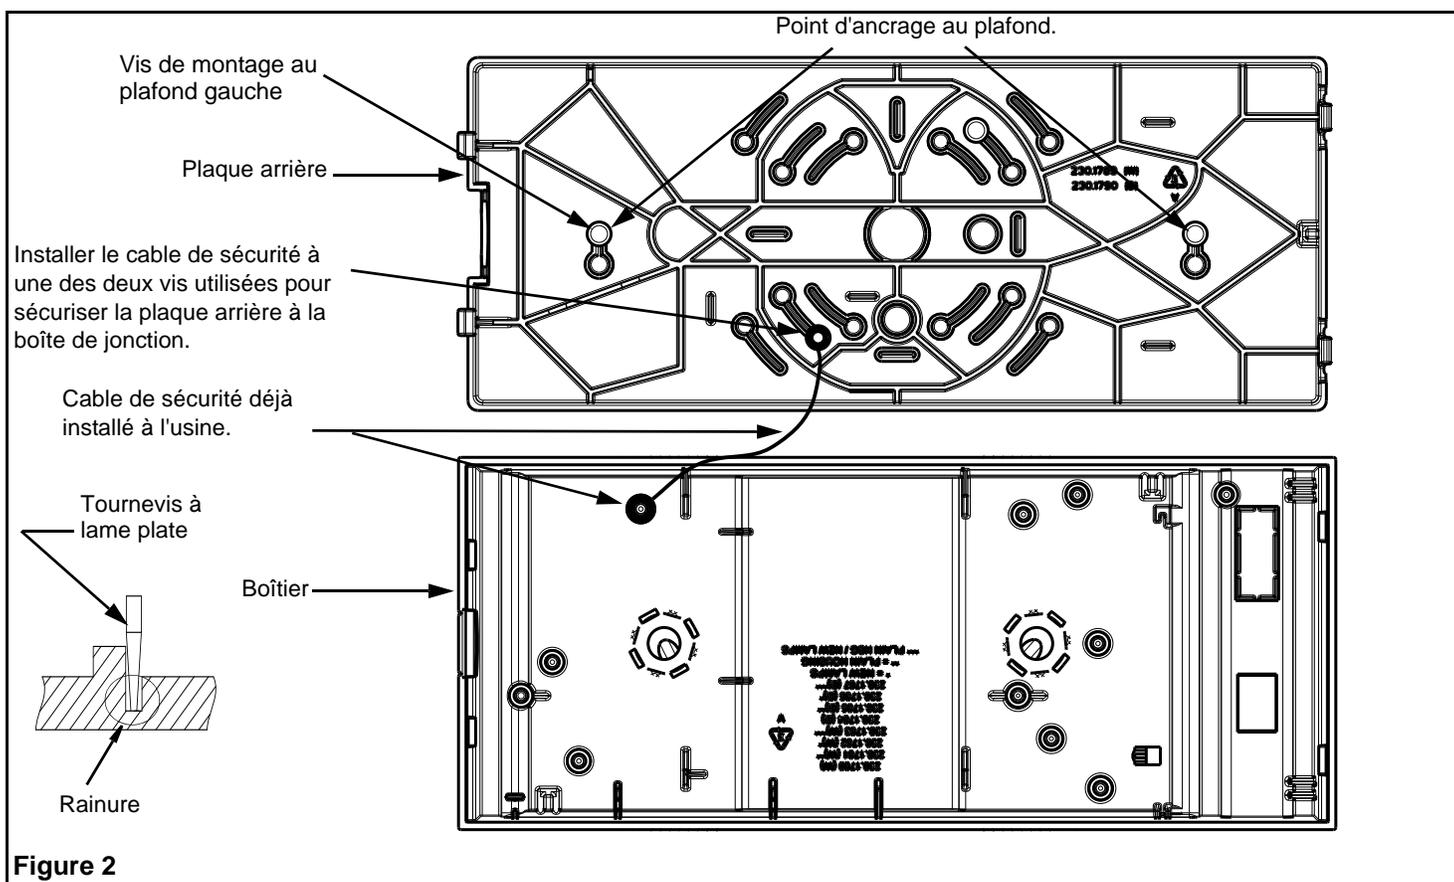

Figure 2
7. Retirer une vis de la boîte de jonction au la vis demontage au plafond gauche, passer celle-ci à travers l'anneau au bout du cable de sécurité et la visser de nouveau à la boîte de jonction ou au trou de fixation(voir fig.2).